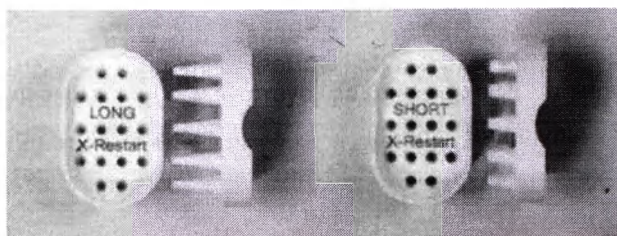

Рис. 2. Длинные спейсеры LONG X-Restart и короткие спейсеры SHORT X-Restart
- съемный спейсер: длинный или короткий (см. рисунок 2)